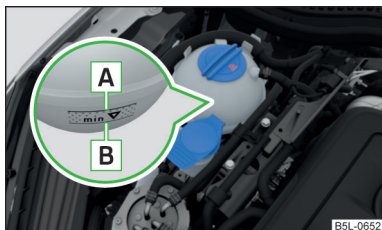

Fig. 161
Para rellenar, utilice solamente aquel líquido refrigerante cuya designación se encuentre en el depósito de compensación del líquido refrigerante » fig. 161 de la página 219.
- No rellene el depósito de líquido refrigerante por encima de la marca **A** » fig. 161 de la página 219.
El depósito de compensación de líquido refrigerante se encuentra en el vano motor » fig. 161.
- Compruebe el nivel de líquido refrigerante en el depósito de compensación del mismo » fig. 161.